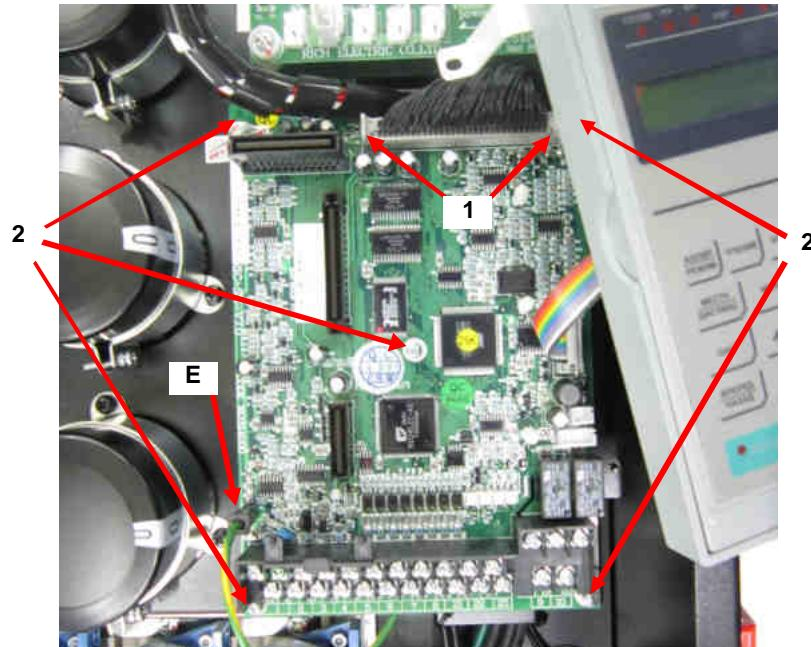

Рис. 6.4. Демонтаж платы ЦП.
6.4.1. Отжать в стороны фиксаторы разъёма 1 на плате центрального процессора, отсоединить разъем шлейфа ЦП (рис.6.4).
6.4.2. Отвернуть пять винтов 2 и снять плату ЦП (рис.6.4).
6.4.3. Отсоединить провод заземления Е (рис.6.4).